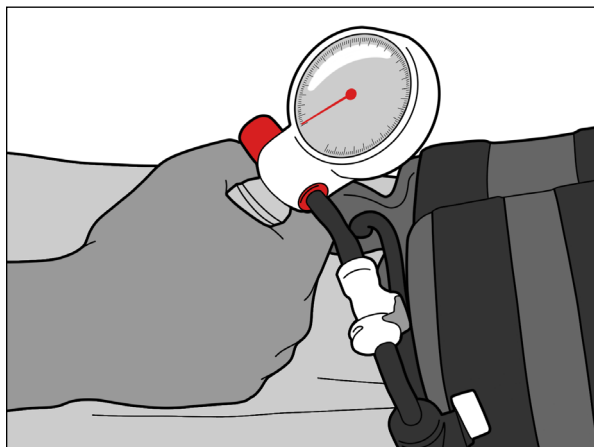

Abb. 19
6. Pumpen Sie den Balg durch wiederholtes Drücken auf den gewünschten Druck auf (Abb. 19).